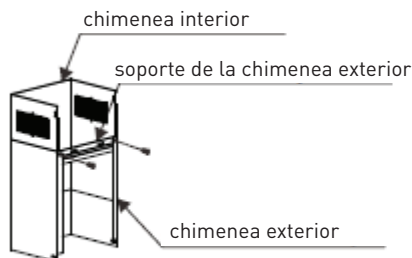
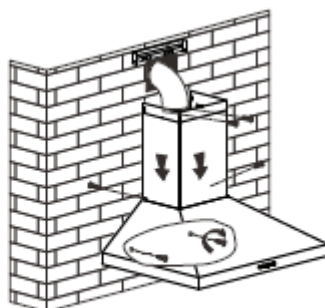

Imagen 5
Imagen 6
5. Fije el soporte de la chimenea exterior a la chimenea exterior con 2 tornillos ST4*8mm, y asegúrese de que la chimenea interior se puede ajustar en altura libremente, consulte la imagen 5. Después utilice 2 tornillos ST4*8mm para fijar la chimenea exterior a la campana extractora y utilice 2 tornillos ST4*40mm para fijar el soporte de la chimenea exterior a la pared. La posición del soporte de chimenea interior es la posición más alta de la chimenea interior. Lleve el tubo de expansión al exterior. Consulte la imagen 6.